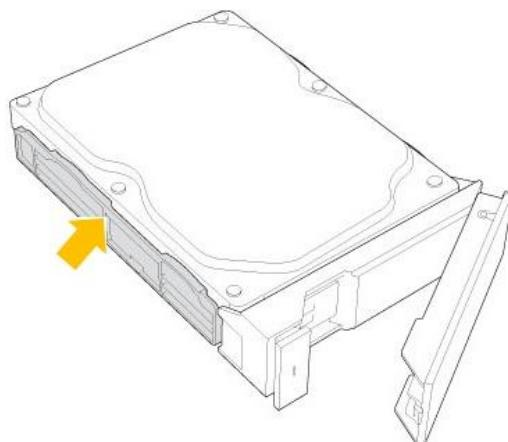

Рисунок 80 - Закрепите жесткий диск в лотке (четыре штырька)
4.3) Чтобы закрепить диск оставшимися двумя штырьками, отпустить левую сторону лотка (см. Рисунок 80).